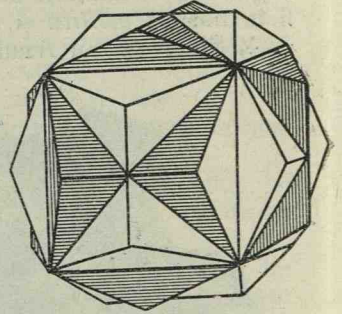

Fig. 205. Macla piritei.
**Macla piritei** e formată prin pătrunderea a două cristale de dodecaedri pentagonali; această maclă, fig. 205, se numește și *crucea de fier*.